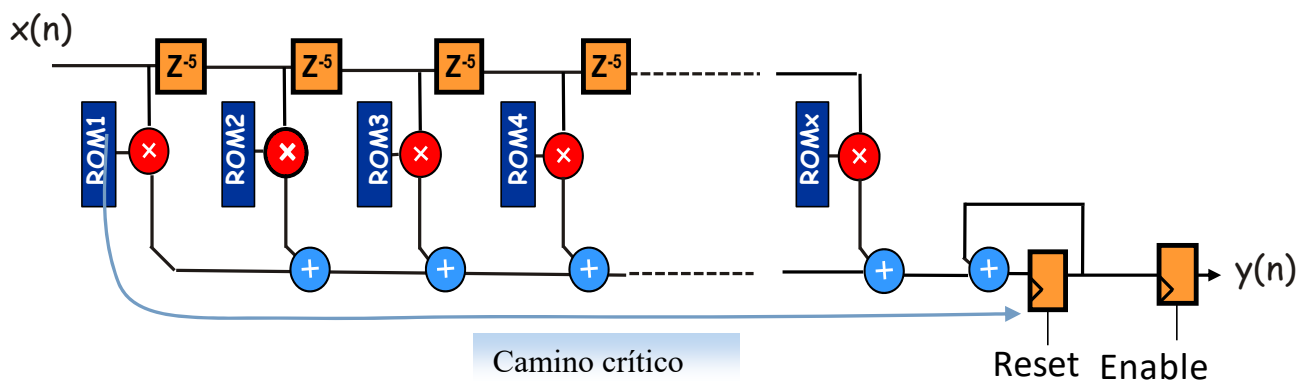

Figura 3. Arquitectura Polifásica del filtro diezmador
Se desea diseñar un filtro diezmador por 5 para reducir la tasa de muestreo a $f_{SL} = 50$ MHz de una señal capturada a $f_{SH} = 250$ MHz. El filtro diezmador tiene 45 coeficientes, ganancia 4, y su respuesta en frecuencia y respuesta al impulso se muestran en las figuras 1 y 2. Para la implementación del filtro se propone la arquitectura hardware que se muestra en la figura 3.
La arquitectura de la figura 3 deriva de una estructura polifásica de un filtro diezmador por 5, que consta de cinco bancos de filtros con un sumador a la salida (ver figura 4.a). Cada subfiltro H_x poseerá $45/5 = 9$ coeficientes.
Se pueden condensar los 5 bancos en uno sólo, llegando a la estructura de la figura 3. De este modo se necesitarán **9 etapas** como la mostrada en la figura 4 para implementar el filtro completo.
4) Dibuje (sobre el esquema de la figura 3) el camino crítico del circuito y halle la máxima frecuencia de funcionamiento sabiendo que $t_{mult}=3.5\text{ns}$ y $t_{add}=1.5\text{ns}$ (NOTA: considere nulos los tiempos de set-up y propagación de los registros para resolver este ejercicio). (1 punto)